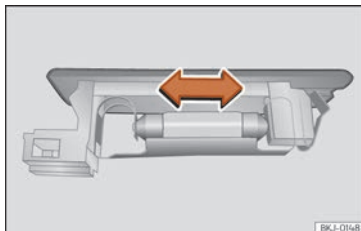

**Fig. 114** Luce del bagagliaio.
- Premere lateralmente la lampada ed estrarla dalla sede »» fig. 114.